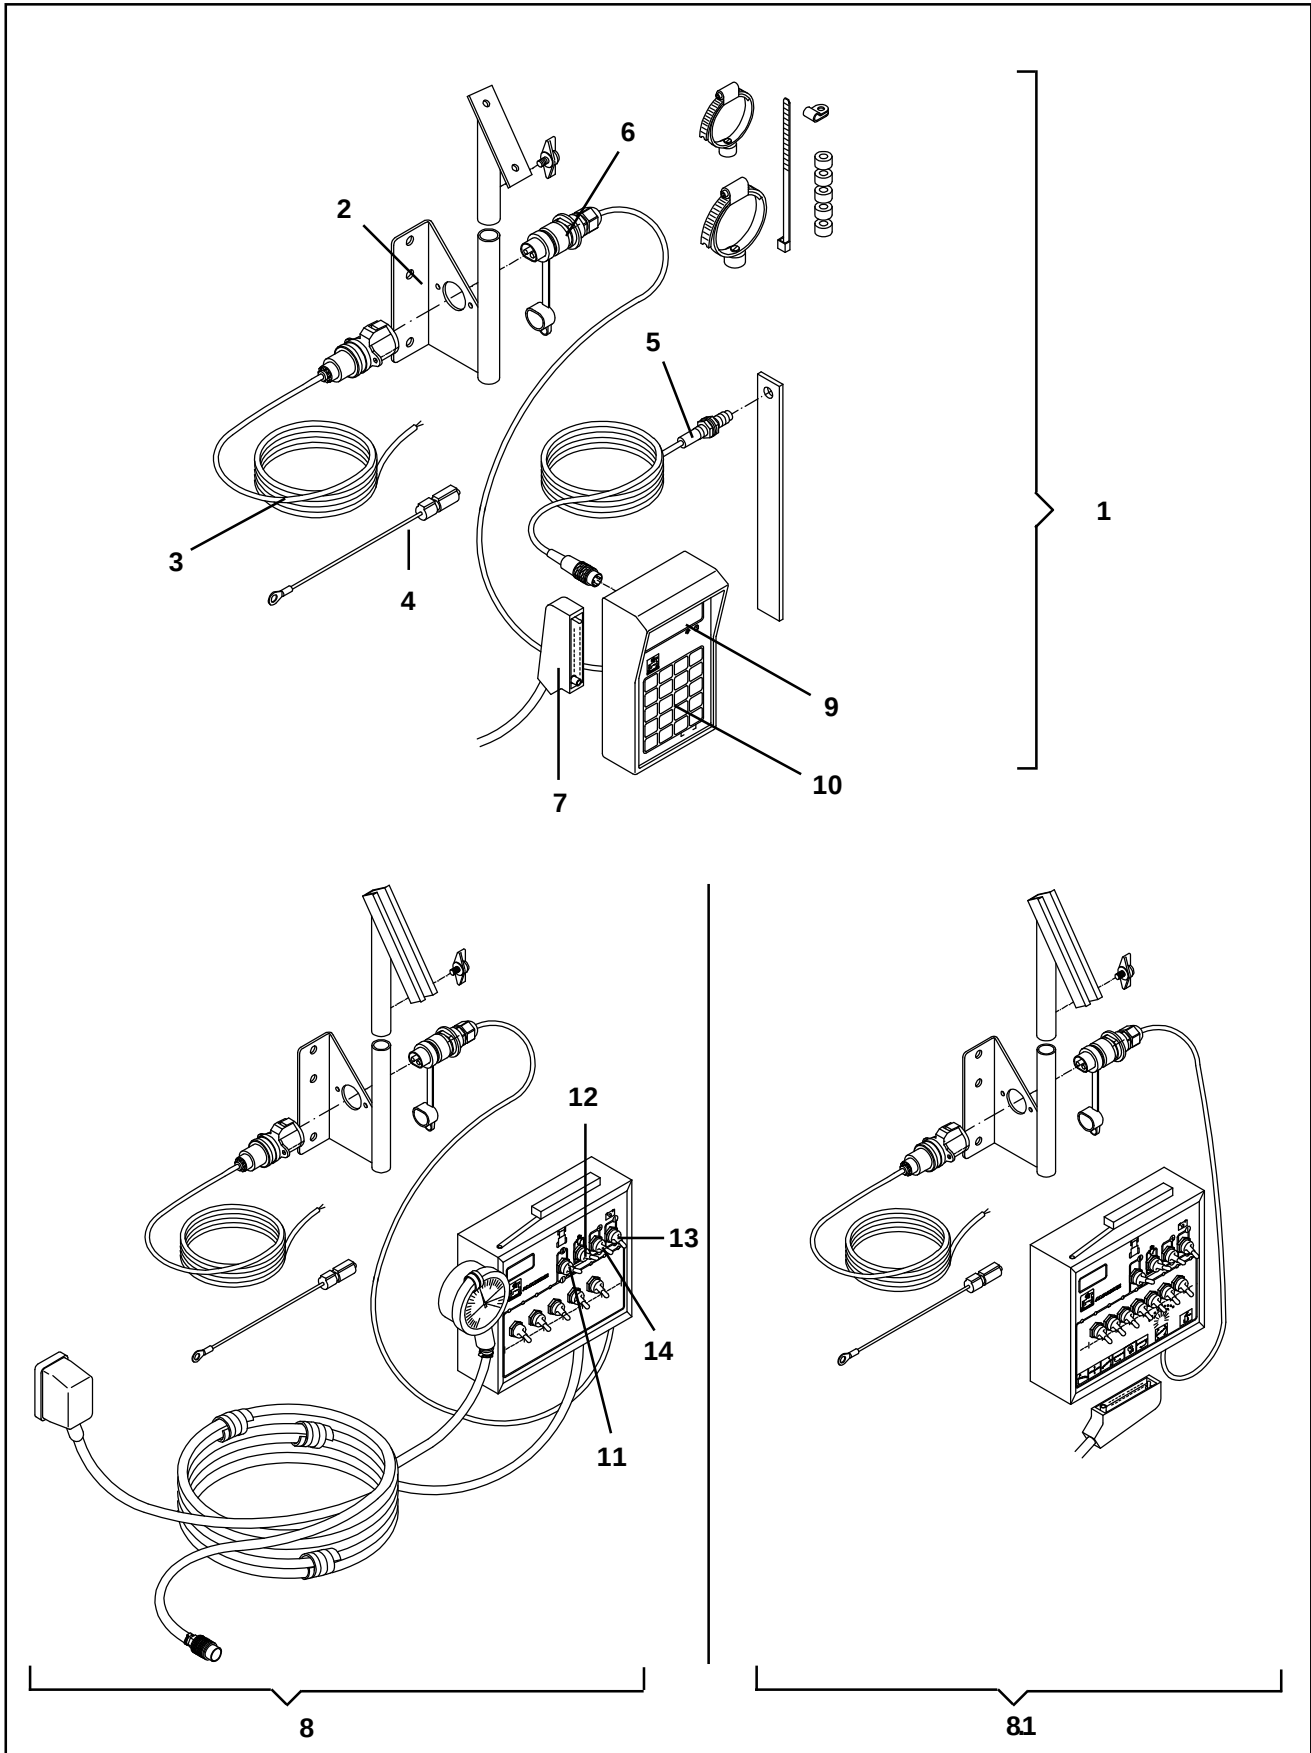

Fig. 8.7
- Accrochez le pulvérisateur derrière le tracteur, et connectez l' "AMACHECK" au boîtier de télécommande en utilisant la prise périmentel (fig. 8.7/7).